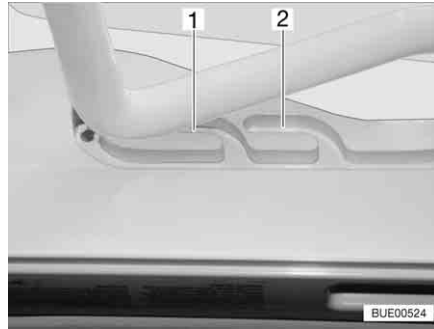
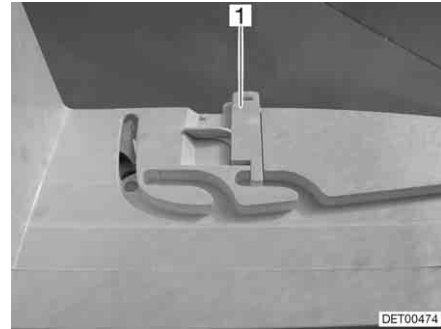

Bild 89 Heki-Dachhaube in Lüftungsstellung
Bild 90 Verriegelung Lüftungsstellung
Die Heki-Dachhaube kann in zwei Lüftungsstellungen gebracht werden: Schlechtwetterstellung (Bild 89,1) und Mittelstellung (Bild 89,2). Je nach Modell kann die Dachhaube in der Mittelstellung mit den beiden Riegeln (Bild 90,1) links und rechts am Rahmen der Dachhaube verriegelt werden.
- Den Bügel leicht nach oben drücken und in die gewählte Führung (Bild 89,1 oder 2) schieben und ggf. verriegeln.